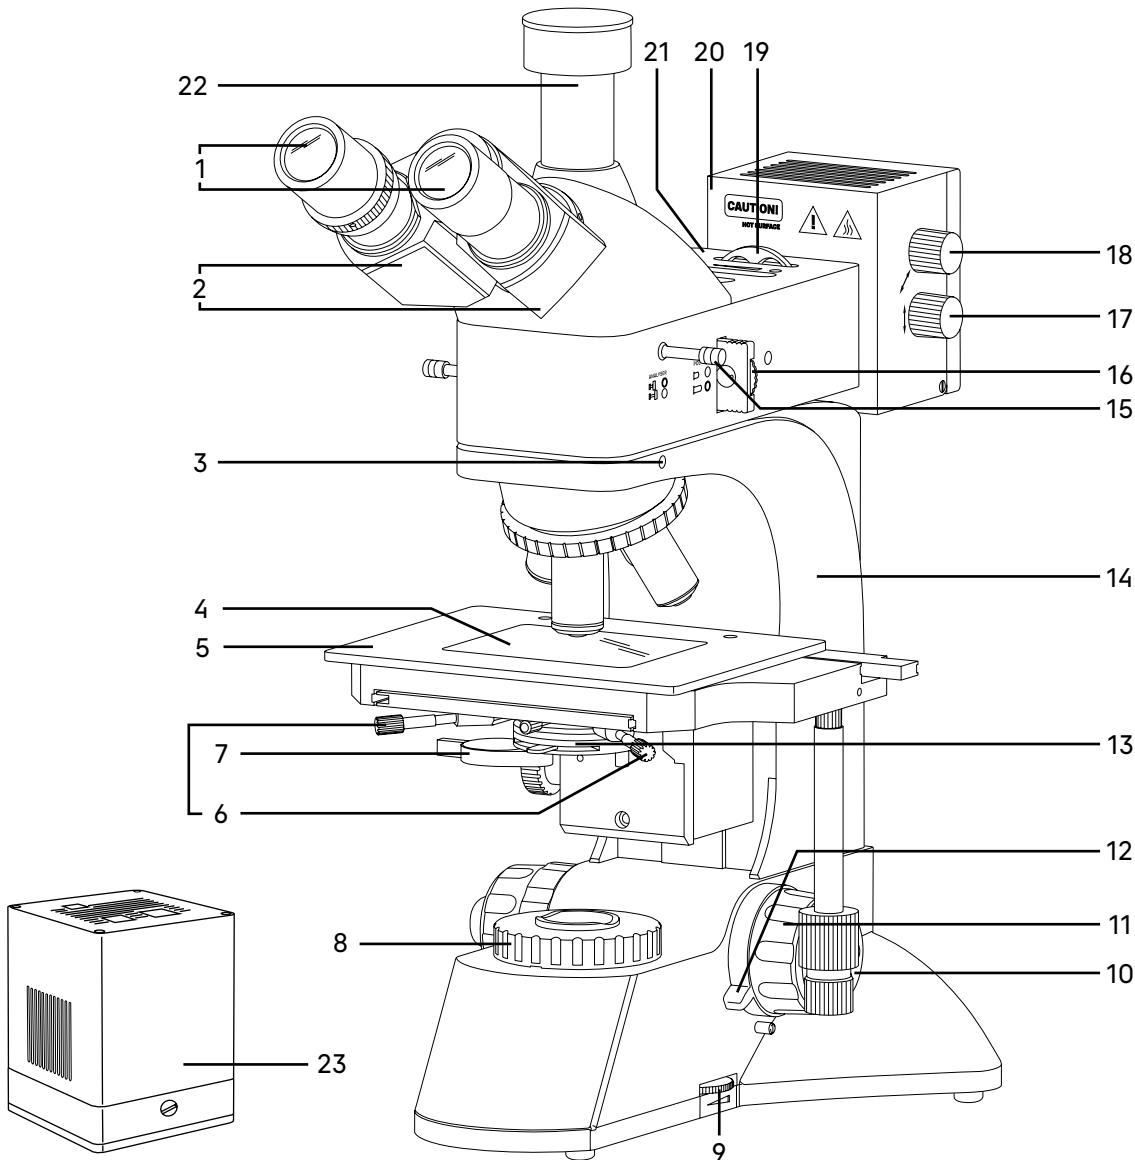
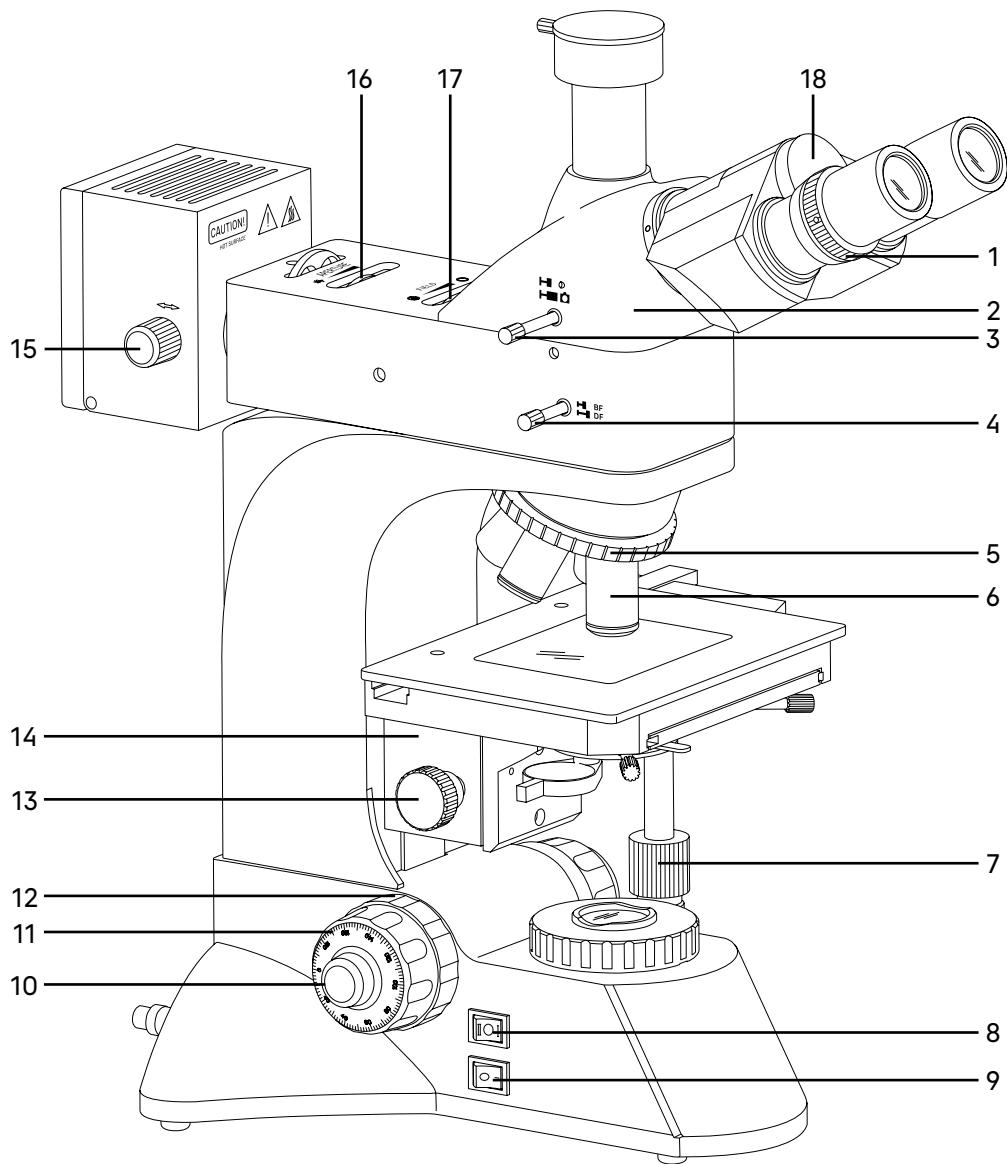

Рис. 1. Микроскоп MAGUS Metal D600 BD. Вид справа
Рис. 2. Микроскоп MAGUS Metal D600 BD. Вид слева
Общий вид микроскопа представлен на рис. 1, 2 и 3.
На штативе 14 (рис. 1) закреплены:
- револьверное устройство 5 (рис. 2) с объективами 6 (рис. 2);
- предметный столик 5 (рис. 1);
- кронштейн конденсора 14 (рис. 2).
На левой боковой поверхности основания расположены выключатель электропитания 9 (рис. 2). В положении «—» включается, а в положении «0» выключается сетевое напряжение.
Также на левой боковой поверхности основания расположены переключатель осветителя проходящего/отраженного света 8 (рис. 2). В положении «I» включается осветитель проходящего света, а в положении «II» включается осветитель отраженного света.
На правой боковой поверхности основания расположены диск регулировки яркости осветителя 9 (рис. 1).
Фокусировка на объект осуществляется перемещением по высоте предметного столика 5 (рис. 1). Грубая фокусировка производится вращением коаксиальных рукояток 11 (рис. 1 и 2), расположенных по обеим сторонам штатива.
Тонкая фокусировка производится вращением рукояток 10 (рис. 1 и 2), расположенных по обеим сторонам штатива. Тонкая фокусировка требуется для более точной фокусировки на объект и для подфокусировки микроскопа на резкость изображения при смене объективов.
Механизм регулировки жесткости хода грубой фокусировки 12 (рис. 2) – кольцо между штативом и рукояткой грубой фокусировки с левой стороны. С помощью кольца регулируется жесткость хода грубой фокусировки таким образом, чтобы жесткость была комфортной для пользователя, но при этом предметный столик не опускался самопроизвольно во время работы.
Механизм блокировки грубой фокусировки 12 (рис. 1) расположен с правой стороны. После завершения грубой фокусировки рекомендуется перевести рычаг в крайнее положение в направлении по часовой стрелке. Благодаря этому закрепится положение грубой фокусировки для быстрой рефокусировки после смены объекта.
Насадка 2 (рис. 2) обеспечивает визуальное наблюдение изображения объекта.
Изменение межзрачкового расстояния в насадке осуществляется разворотом окулярных тубусов 2 (рис. 1) в пределах 48–75 мм. Значение расстояния, установленного в соответствии с глазной базой наблюдателя, отсчитывается по шкале на визуальной насадке 18 (рис. 2).
Механизм диоптрийной подвижки на левом окулярном тубусе служит для компенсации аметропии глаз наблюдателя. Регулировка осевого положения окуляра производится кольцом 1 (рис. 2). Второй окулярный тубус насадки неподвижный.
В вертикальный тубус 22 (рис. 1) корпуса визуальной насадки (канал визуализации) для фиксации камеры (видеоокуляра) устанавливается переходник C-mount. Камера служит для вывода изображения на экран компьютера или монитор/телефизор. Переключение светового потока на вертикальный тубус производится рукояткой 3 (рис. 2). Рукоятка имеет два положения: 100/0 и 0/100.
В комплект микроскопа входят окуляры 1 (рис. 1). Окуляры имеют высокое положение выходного зрачка и предназначены для работы как в очках, так и без них.
Револьверное устройство 5 (рис. 2) обеспечивает установку пяти объективов 6 (рис. 2). Смена объективов производится вращением револьверного устройства за рифленую поверхность до фиксированного положения.
Двухкоординатный предметный столик 5 (рис. 1) обеспечивает перемещение объекта в двух взаимно перпендикулярных направлениях с помощью рукояток 7 (рис. 2), расположенных на одной оси.
Размеры предметного столика 210 мм x 140 мм. Диапазон перемещения предметного столика составляет 75 мм по оси X и 50 мм по оси Y. Стеклянная прозрачная вставка в предметный столик 4 (рис. 1) обеспечивает возможность работы с прозрачными и полуопрозрачными объектами.
Конденсор 13 (рис. 1) установлен в кронштейн 14 (рис. 2) под предметным столиком микроскопа. Тип крепления конденсора – «под винт». Перемещение конденсора вдоль оптической оси микроскопа осуществляется с помощью рукоятки перемещения кронштейна конденсора 13 (рис. 2), расположенной слева от наблюдателя под столиком микроскопа. Диапазон перемещения конденсора – не менее 13 мм.
Питание лампы осуществляется от сети переменного тока через источник электропитания, расположенный внутри штатива. Включение осветителя осуществляется с помошь выключателя 9 (рис. 2) и переключателя 8 (рис. 2). Регулировка яркости осуществляется диском 9 (рис. 1).